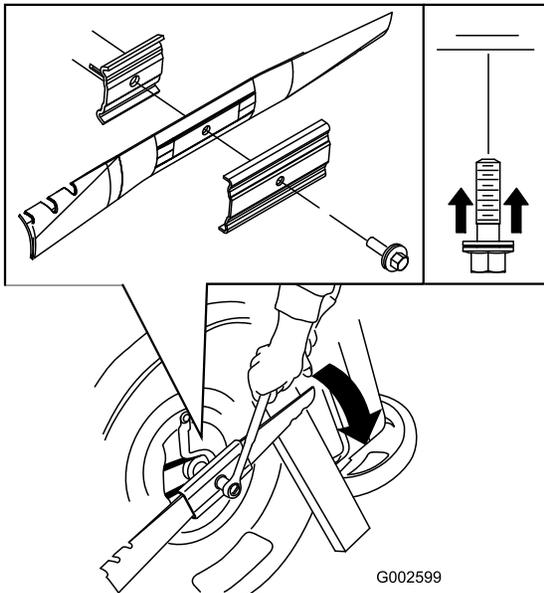

Figura 24
5. Instale a nova lâmina (rode o parafuso da lâmina no sentido dos ponteiros do relógio) e todo o equipamento de montagem (Figura 24).